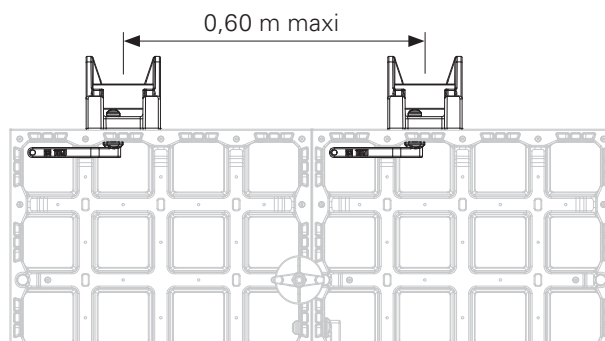

Fig. B10.10b
- Raccorder chaque support CP d'extension DES (40), à l'aide du connecteur DUO (21) au panneau DP 135, DP 60 ou à la bande de compensation DFP.
- Hauteur maximale des cales bois (90): 0,30 m.
- Largeur d'influence maximale : 0,60 m. (Fig. B10.10b)